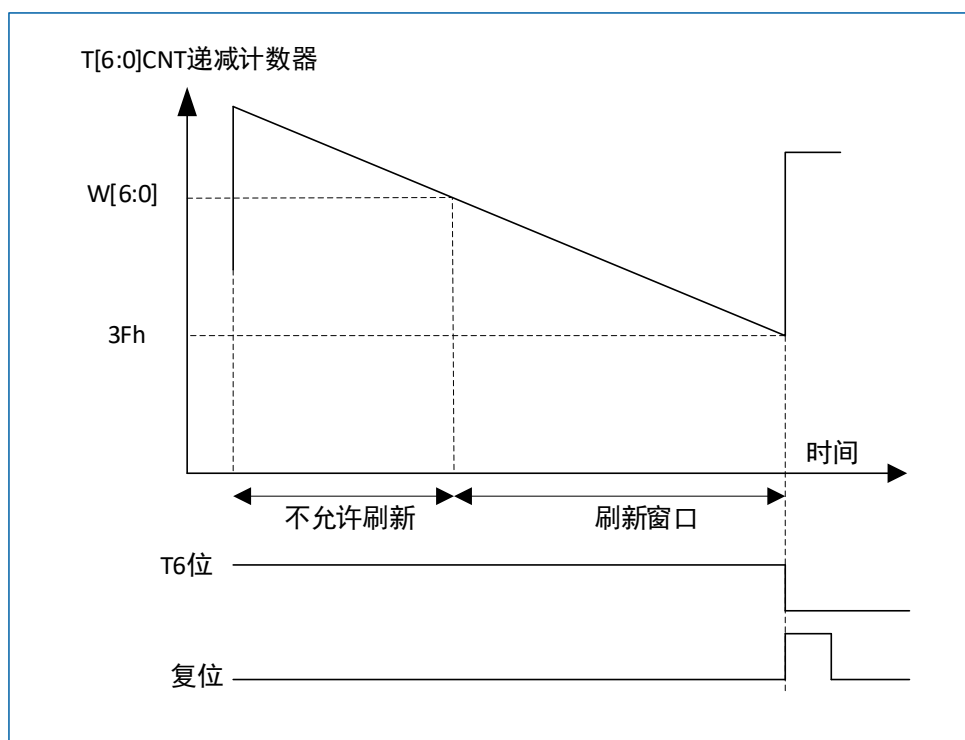

图 22-2 WWDG 时序图
- 当递减计数器在窗口外被重新装载，（若看门狗被启动）则产生复位。具体信息请参见：图 22-2。
T[5:0]位包含了看门狗产生复位之前的计时数目；复位前的延时时间在一个最小值和一个最大值之间变化，这是因为写入 WWDG_CR 寄存器时，预分频值是未知的。配置寄存器 (WWDG_CFR) 中包含窗口的上限值：要避免产生复位，递减计数器必须在其值小于窗口寄存器 WWDG_CFR.W[6:0]的数值并且大于 0x3F 时被重新装载，图 22-2 描述了窗口寄存器的工作过程。另一个重装载计数器的方法是利用提前唤醒中断 (EWI)。设置 WWDG_CFR 寄存器中的 EWI 位开启该中断。当递减计数器到达 0x40 时，则产生此中断，相应的中断服务程序 (ISR) 可以用来加载计数器以防止 WWDG 复位。在 WWDG_SR 寄存器中写'0'可以清除该中断。
可以使用图 22-2 提供的公式计算窗口看门狗的超时时间。